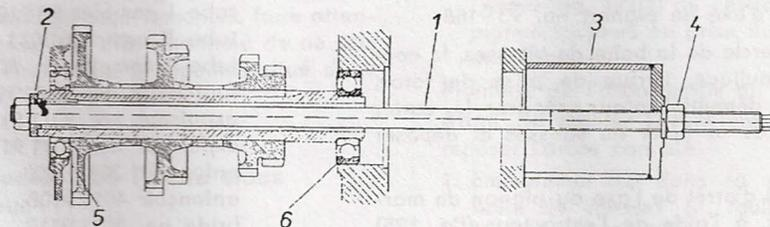

Fig. 128
3. A l'aide de l'extracteur (fig. 128) extraire l'arbre intermédiaire en bloc avec le roulement 6210 (6208, 6310). Avant d'appliquer la vis d'extraction (fig. 128/1) emmancher sous sa tête la rondelle d'appui (fig. 128/2). Munir l'extrémité opposée de la vis d'extraction du tube entretoise (fig. 128/3) et visser l'écrou (fig. 128/4).
Visser l'écrou pour expulser l'arbre intermédiaire hors du roulement 6209 N (6208 N, 6211 N) (fig. 128/5) et le roulement 6210 (6208 N, 6211 N) (fig. 128/6) hors de la troisième cloison de la boîte de vitesses en bloc avec l'arbre intermédiaire.